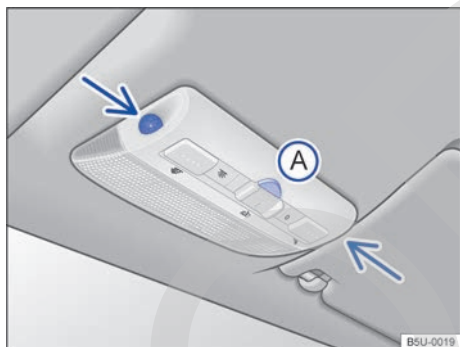

Fig. 26 En la consola del techo: sensores de vigilancia del habitáculo y tecla (A) para desconectar la vigilancia del habitáculo.
La vigilancia del habitáculo dispara la alarma con el vehículo bloqueado, si reconoce movimientos en el interior del vehículo. El sensor y el receptor están ubicados en el conjunto de la luz de lectura → **fig. 26** (flechas).
- Presionar la tecla → **fig. 26** (A). En el panel de instrumentos la luz de control **🚗** se enciende.